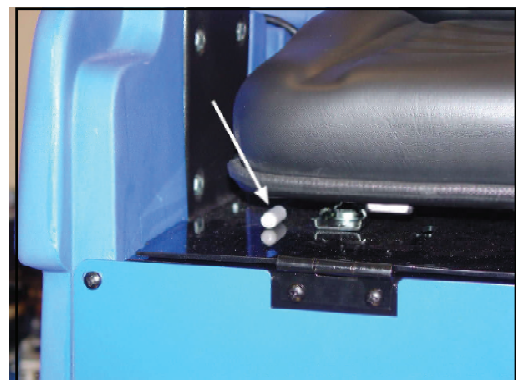

Abbildung 19
1. Der Sitz kann nach vorne oder hinten geneigt werden. Benutzen Sie dazu den Hebel unten rechts am Sitz. Bewegen Sie den Hebel, um den Sitz in die bevorzugte Position zu bringen. Siehe Abbildung 19.